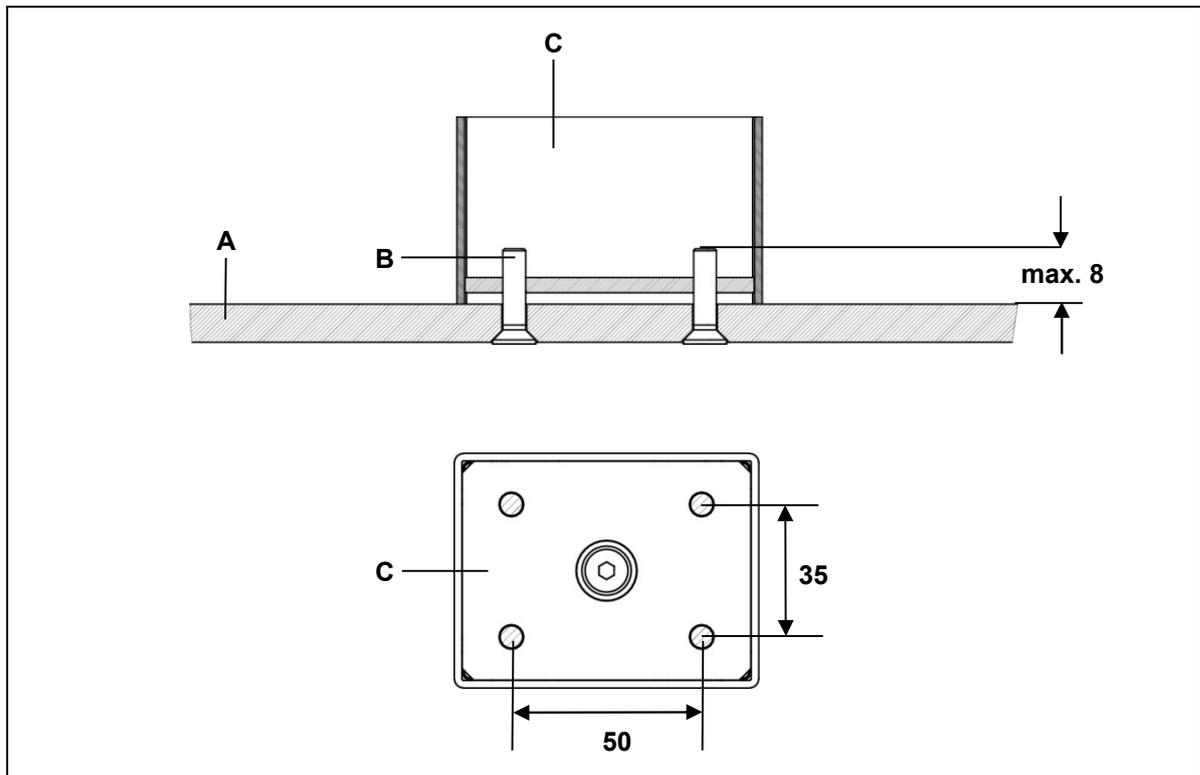
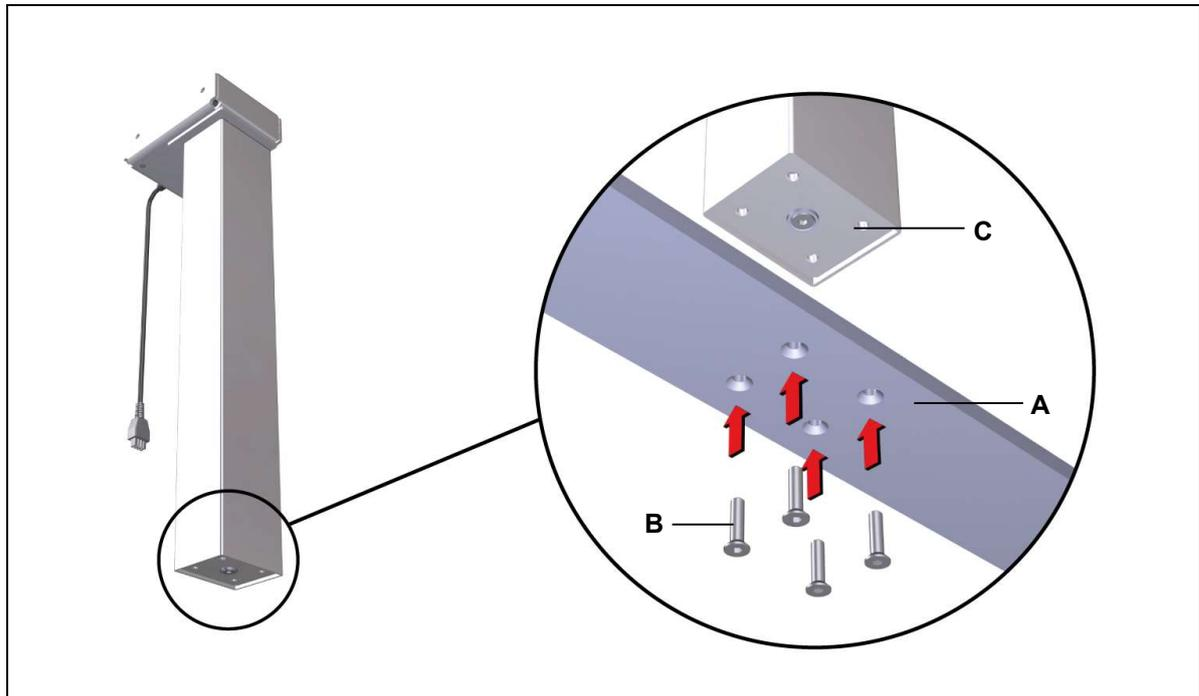

Abbildung 12 Montage Tischfuß (Variante D) (Angaben in mm)
Abbildung 13 Beispiel: Montage Tischfuß (Variante D)
- ▶ Verwenden Sie Senkkopfschrauben M6 (Festigkeitsklasse 8.8), wie in Abbildung 12 gezeigt. Das Anzugsdrehmoment darf maximal 10 Nm betragen.
- 1 Schrauben Sie den Tischfuß mit vier Schrauben an das Fußende der Hubsäulen DD11S / DD21S, wie in Abbildung 13 gezeigt (maximales Anzugsdrehmoment 10 Nm). Die Montagemaße entnehmen Sie Abbildung 12.